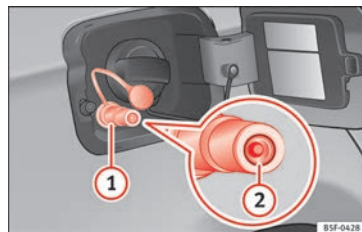

Fig. 239 Sportellino del serbatoio aperto: bocchettone di rifornimento del gas (1), anello di tenuta del bocchettone di rifornimento (2).
- Togliere il tappo del bocchettone di rifornimento del gas » **fig. 239 1**.